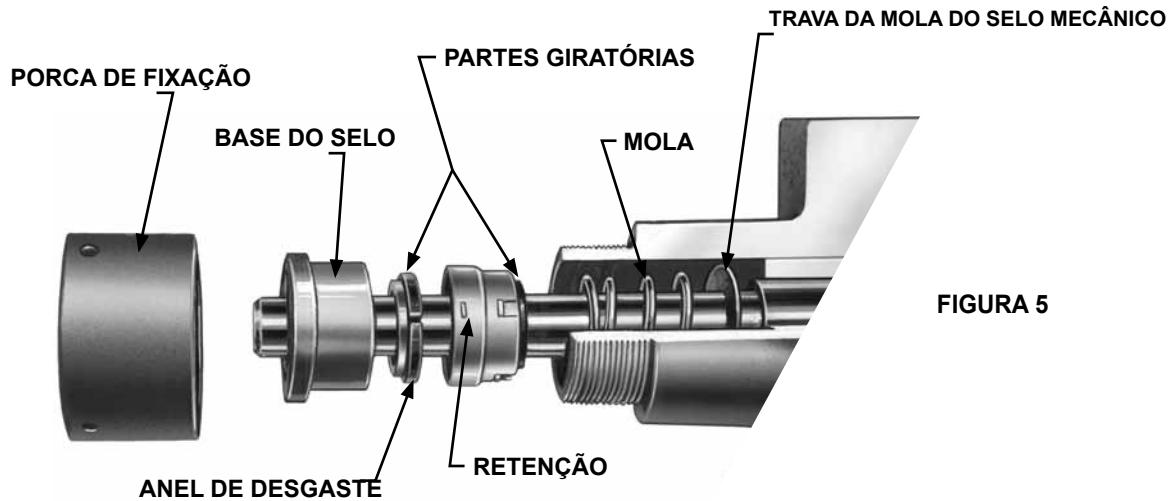

FIGURA 5
4. Ao montar a bomba com selo mecânico, posicione a anilha da mola e a mola no eixo, **veja Figura 5, Página. 4**. Passe uma camada de óleo leve no eixo e dentro da borracha abaixo do face giratória do selo. Deslize a parte giratória pelo eixo.